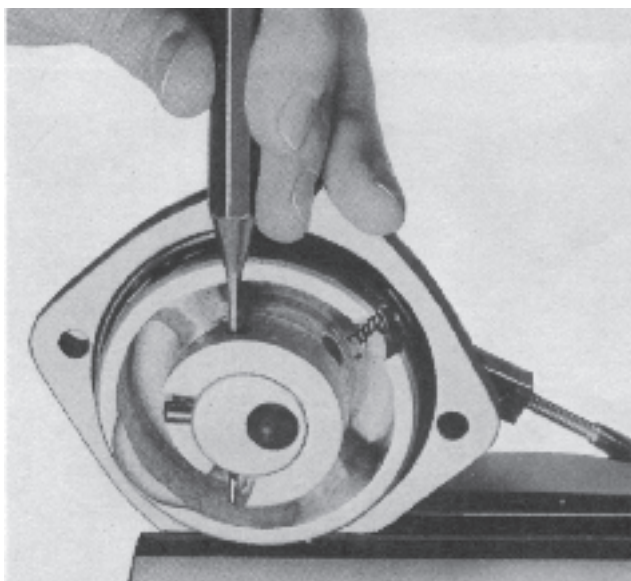

Fig. 13
1. Slå ur spännstiftet (57) se fig. 13 och drag ur pinnen (56). Tag bort låstråden (50), fjädern (53) och kulan (58) samt drag ut excenterkolven (48). Demontera tätningsringen (59).